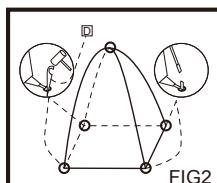

FIG2
- Soulevez la tente <A> et poussez les extrémités des arceaux dans les barres de fer qui se trouvent dans chaque angle de la tente <A>. (FIG2)
- Fixez le toit de l'intérieur de la tente <E> à la jonction des arceaux avec les cordelettes cousues dessus. (FIG2)
- Sécurisez la tente en poussant les piquets de la tente <D> dans les boucles du sol. (FIG2)